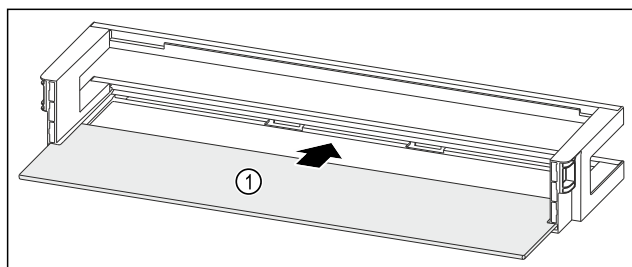

Fig. 266 Balconnet de contre-porte avec tablette de rangement
- Insérer la tablette de rangement Fig. 266 (1) dans les évidements latéraux.